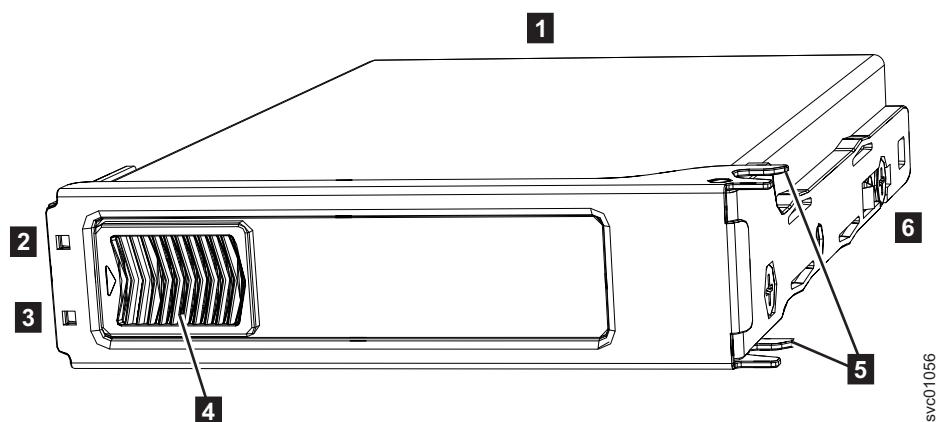

图 81. 驱动器组合件
2145-92F 扩展机柜支持 92 个驱动器。图 81 显示了驱动器组合件示例。
**注：**驱动器发生故障时，黄色故障指示灯将点亮（图 81 中的 **3**）。请勿更换驱动器，除非驱动器故障指示灯点亮，或者修复过程指示您这样做。